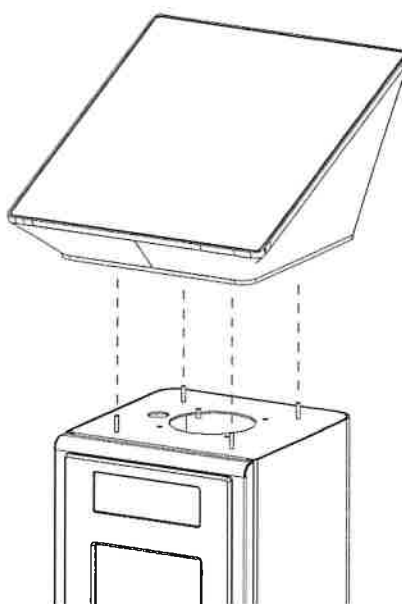

Figura 14 - Montagem do painel solar.
2. Encaixar o suporte do painel solar acima do parquímetro como mostra a Figura 14;